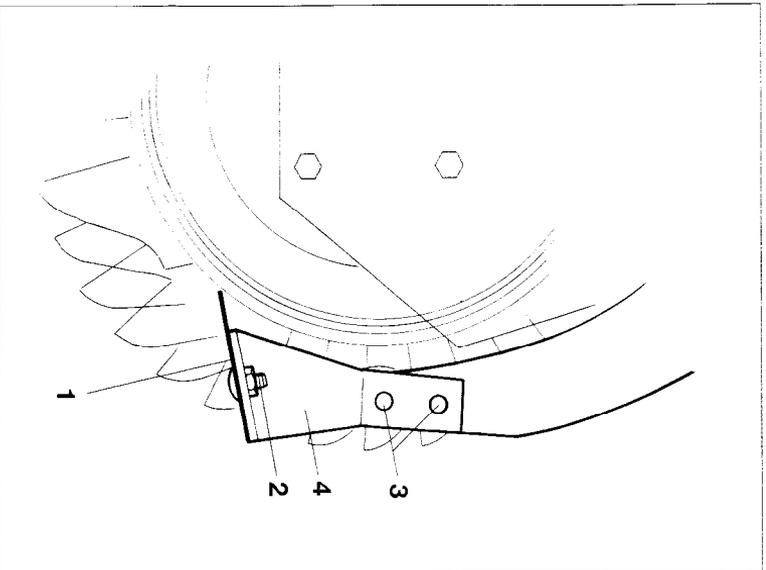

Fig. 9.2
Tiefliegende, verstellbare Abstreifer (Fig. 9.2/1) aus Federstahl verhindern das Verkleben der Walze. Die Abstreifer wurden im Werk für leichte und mittlere Böden eingestellt. Bei sehr klebrigen Böden müssen die Abstreifer entsprechend den Bodenverhältnissen verstellt werden (**Scharfstellung**). Die "Scharfstellung" ist aber nur dann erforderlich, wenn der Erdfilm am Walzenmantel stärker als 2 mm ist.
- Abstreifer (Fig. 9.2/1) zur Anlage an den Walzenmantel bringen und mit den zuvor gelösten Klemmschrauben (Fig. 9.2/2) festziehen. Die Abstreifer (Fig. 9.2/1) dürfen nur leicht gegen den Walzenmantel drücken.
- Alle Klemmschrauben (Fig. 9.2/2) lösen und die Abstreifer (Fig. 9.2/1) bis zum Anschlag im Langloch nach hinten schieben.
- Schrauben (Fig. 9.2/3) lösen und Abstreiferhalter (Fig. 9.2/4) **entsprechend den Bodenverhältnissen** gleichmäßig nach oben schieben und wieder festziehen.
- Abstreifer (Fig. 9.2/1) zur Anlage an den Walzenmantel bringen und mit der Klemmschraube (Fig. 9.2/2) festziehen. Die Abstreifer (Fig. 9.2/1) dürfen nur leicht gegen den Walzenmantel drücken.